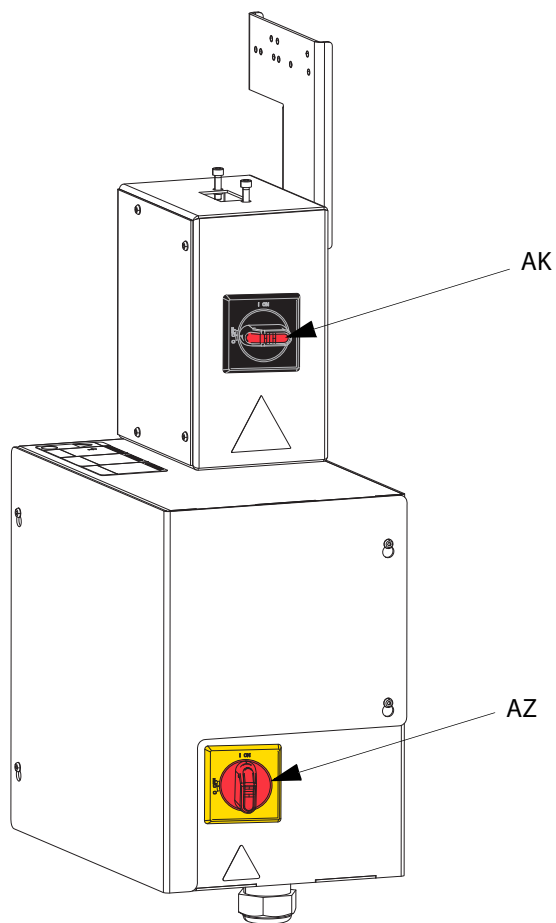

Рис. 30. Отключение питания
1. Отключение питания электропривода (AB):
- a. Установите черный выключатель распределительной коробки (AK) в положение Выкл (OFF). См. Рис. 30.
- b. В случае использования тандемной системы подачи на раме, установите в положение Выкл (OFF) черный выключатель на устройстве подачи на раме (AZ), для которого требуется только замена бочки. См. Рис. 30.